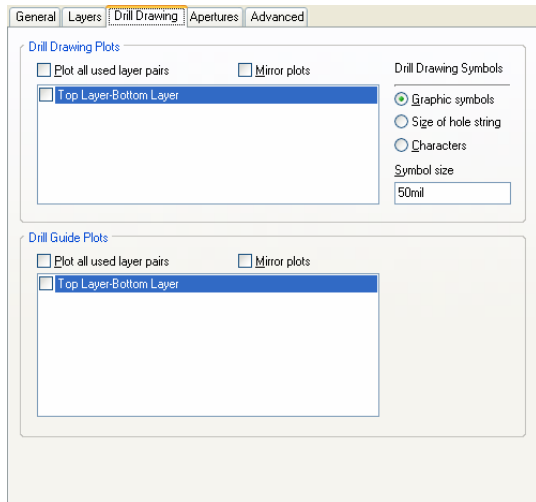

图 9.3 “Drill Drawing” 选项卡
(7) 在“Plot/Mirror Layers”列表中选择需要生成 Gerber 文件的层，勾选这些层对应的“Plot”项，如果需要对某一层图形进行镜像，勾选该层对应的“Mirror”项。
(8) 在右侧的“Mechanical Layer to Add to All Plots”列表中勾选需要在各层的 Gerber 中出现的机械层。
(9) 勾选“Include unconnected mid-layer pads”复选项，设置在 Gerber 中绘出未连接的中间层焊盘。
(10) 单击“Drill Drawing”选项卡标签，打开如图 9.3 所示的“Drill Drawing”选项卡，该选项卡主要用于设置钻孔层。